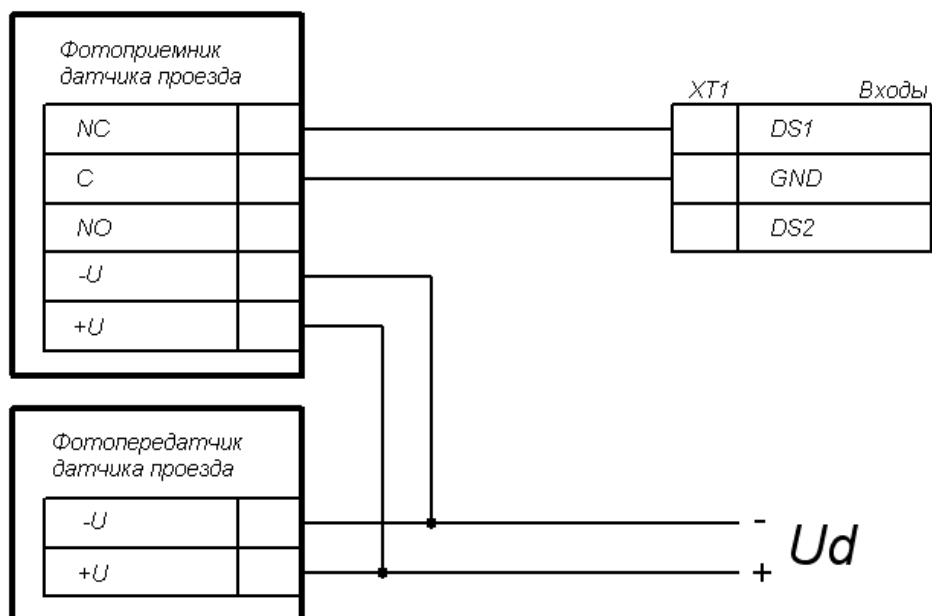

Рисунок 12. Схема подключения датчиков проезда
5. Подключите датчик проезда к клеммной колодке **ХТ1** печатной платы контроллера согласно схеме, представленной на рис. 12. Для подключения используйте тип кабеля №4. При подключении нескольких датчиков их выходы включаются последовательно.